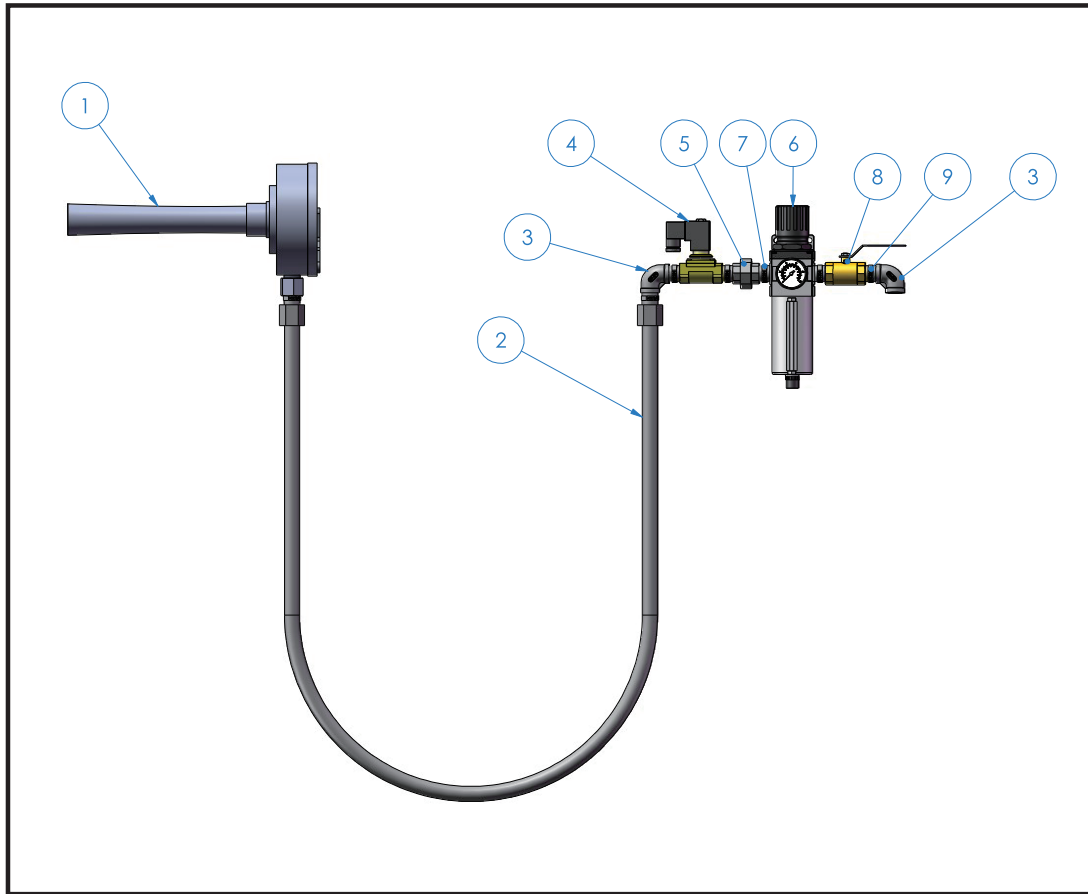

图3 正常关闭电磁阀的管道详情
4. 用3/4”活接将3/4”电磁阀与调压过滤器相连，螺纹管连接，参见图3。